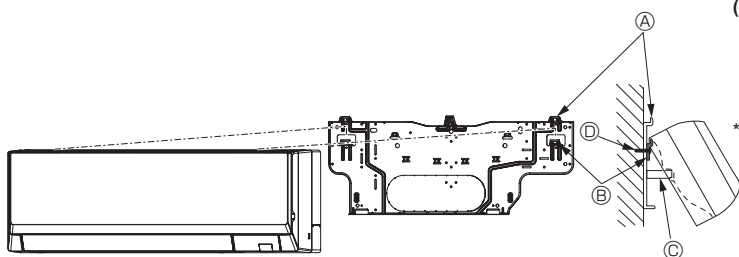

Fig. 3-12
- Si l'appareil intérieur ne peut être suspendu et soulevé à l'aide du crochet classique (la dimension de 2.1. ⓐ (espacement entre le plafond et l'appareil) est de 75 mm, 2-61/64 pouces ou moins), suspendez l'appareil sur le crochet inférieur du tuyau gauche. (Fig. 3-12)
#### (Fig. 3-12)